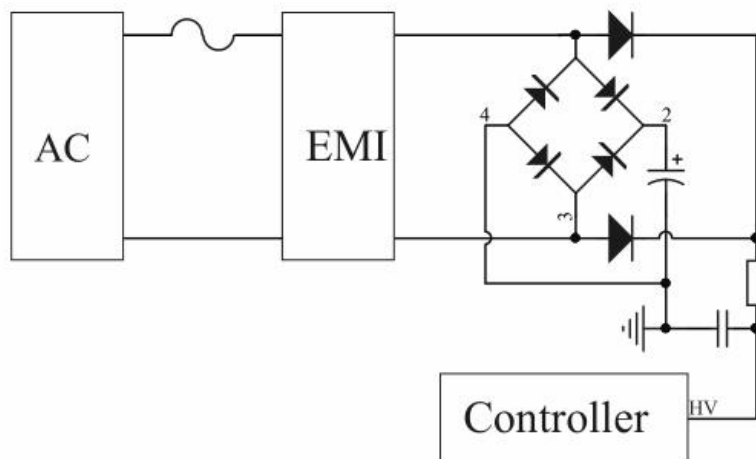

图 1：高压启动电路
DK025G 包含多功能高压 (HV) 引脚。为达到快速启动，内部集成了高压启动电路，可以快速启动电源同时能够有效降低待机功耗，如图 1 所示，能够快速准确监测输入电压，在输入掉电后，